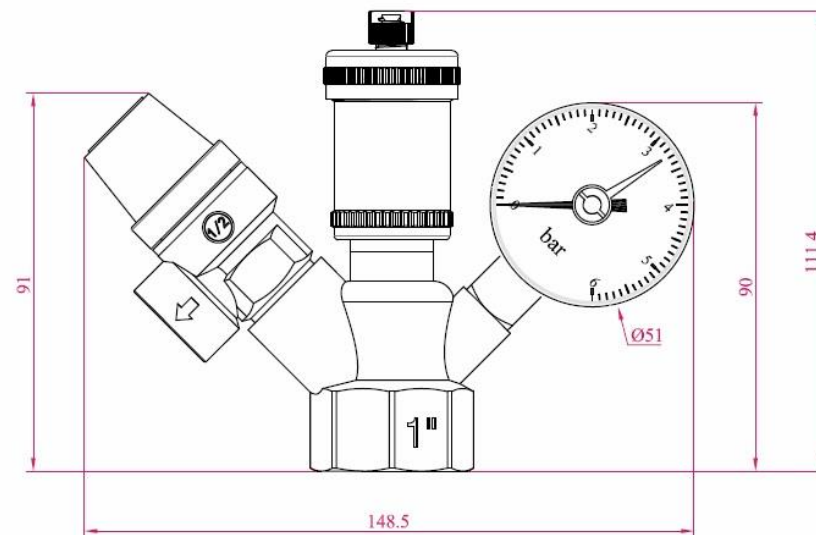

Рис.2
- 2.7 Габариты и присоединительные размеры приведены на рис. 2.